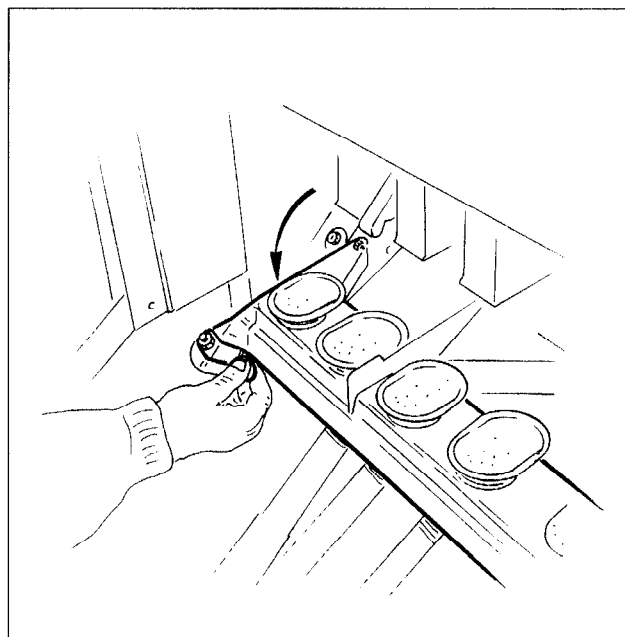

Fig. 8.2
- Réglez le semoir en utilisant les données fournies par le tableau de réglage comme indiqué en pos. 7.0.
- Abaissez les barres porte-entonnoirs (fig. 8. 1/1), pour ce faire : soulevez légèrement les deux leviers (fig. 8. 1/2), équipant chaque barre porte-entonnoirs, puis abaissez les barres porte-entonnoirs (fig. 8.2).